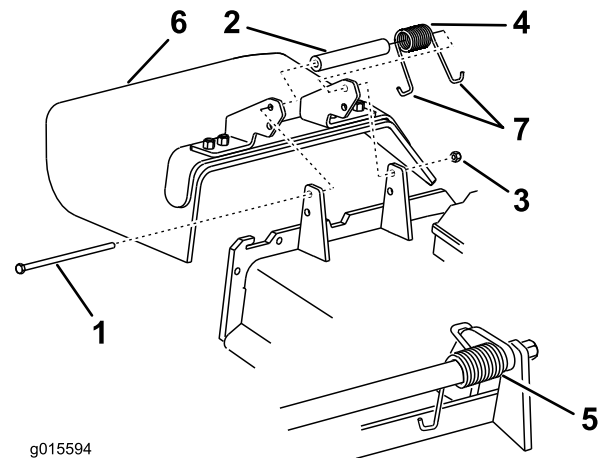

Figure 95
de pivot (Figure 95). Enlevez le déflecteur s'il est endommagé ou usé.
Remarque: Prenez soin de placer une extrémité en J du ressort derrière le bord du tablier avant de mettre le boulon en place, comme illustré à la Figure 95.
3. Remettez le boulon et l'écrou. Accrochez une extrémité en J du ressort au déflecteur d'herbe (Figure 95).